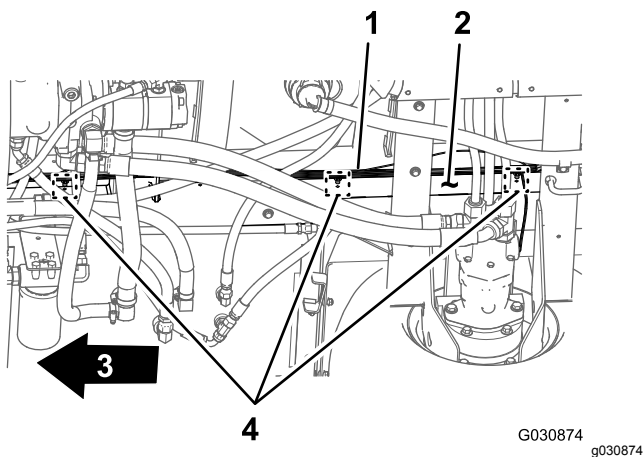

Figure 35
3. Retirez les 3 clips sapin qui fixent le faisceau arrière dans les trous du tube de cadre droit de la machine (Figure 35).